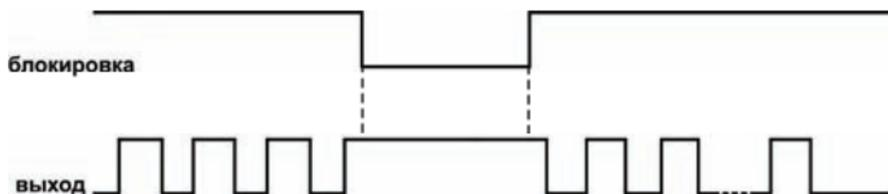

Рисунок 8
3.1.2.4 Низкий уровень сигнала «**Блокировка**» останавливает выполнение программы (рисунок 8). При этом выходное устройство остается в том состоянии, в котором оно было в момент прихода сигнала. Задержка реакции прибора на изменение сигнала блокировки составляет не более 0,1 мс. После снятия сигнала выполнение программы продолжится с момента остановки.